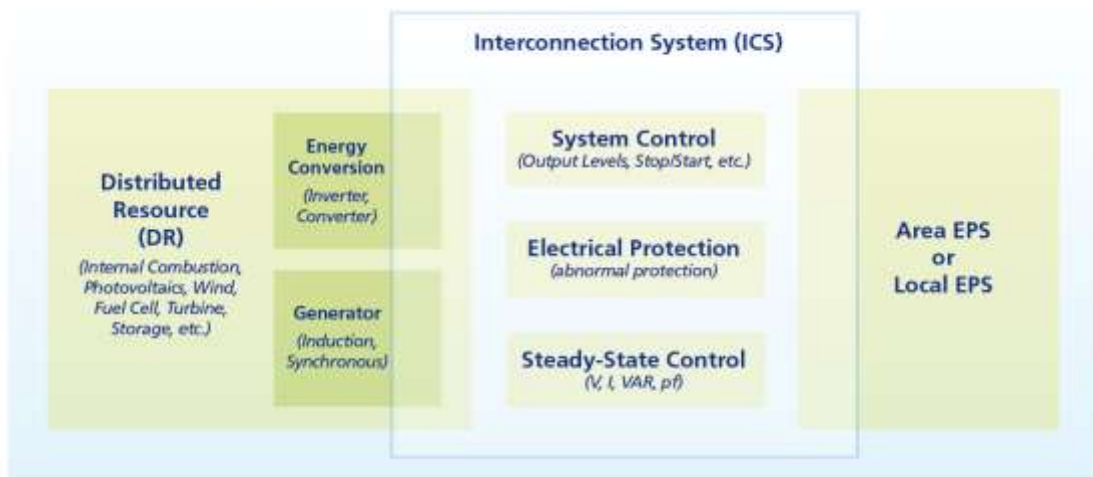

Figura 2. Caratteristiche di interconnessione o punto di accoppiamento comune per prevenzione anti-islanding come in IEEE 15473.
L'inverter deve provvedere un mezzo per simulare l'interconnessione ad un sistema di fornitura elettrica (EPS) con una risorsa distribuita come l'inverter fotovoltaico di un pannello solare ma anche eseguire ripetutamente il collaudo richiesto dallo standard (vedi la figura 2).
La sorgente MX con opzione SNK permette di interconnettere un sistema di fornitura elettrica (EPS) con una risorsa distribuita (DR) come ad esempio l'inverter fotovoltaico del pannello solare e poi eseguire ripetutamente il collaudo richiesto dallo standard (vedere la figura 2).